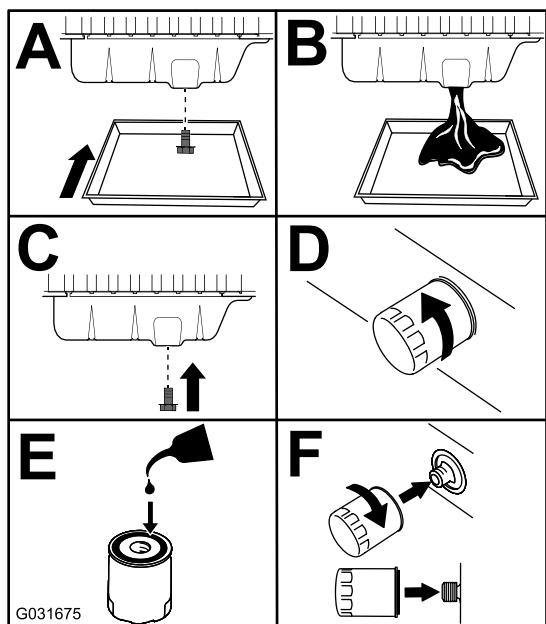

Figura 90
3. Substitua o filtro e o óleo do motor (Figura 90).